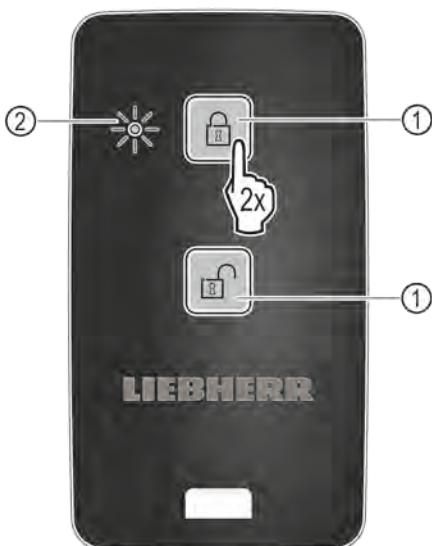

Fig. 101
- Pulse dos veces un botón del mando a distancia Fig. 101 (1).
- El led de estado Fig. 101 (2) del mando a distancia parpadea tres veces.